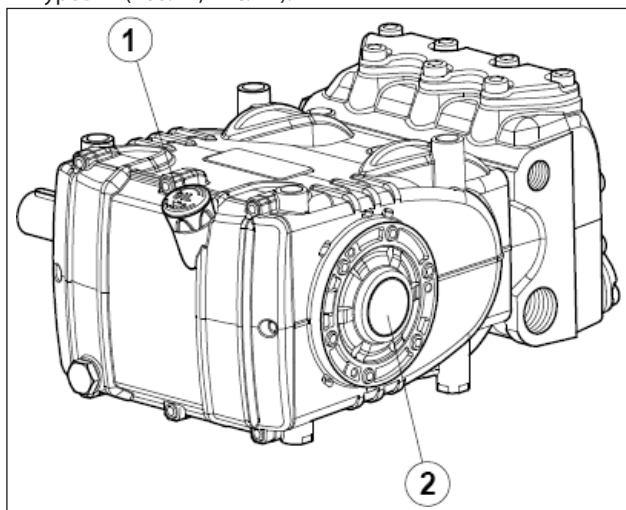

Рис. 14
5. Масло в картере насоса находится на нужном уровне, проверьте его при помощи специального шупа (поз. ①, Рис. 14), в крайнем случае - при помощи индикатора уровня (поз. ②, Рис. 14).